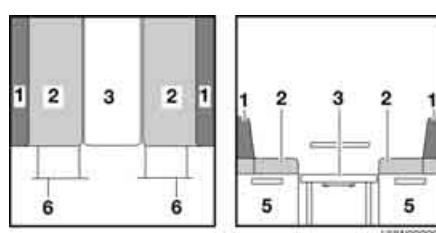

Fig. 101 Durante la trasformazione
- Estrarre la prolunga del cassone letto (Fig. 101,6).